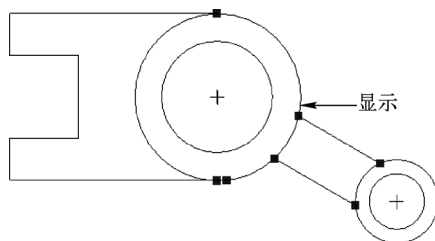

图 3-66 突出显示开放端
STEP 02 在功能区选项板的“草绘”选项卡中, 单击“检查”面板中的“突出显示开放端”按钮, 即可突出显示开放端, 效果如图 3-66 所示。